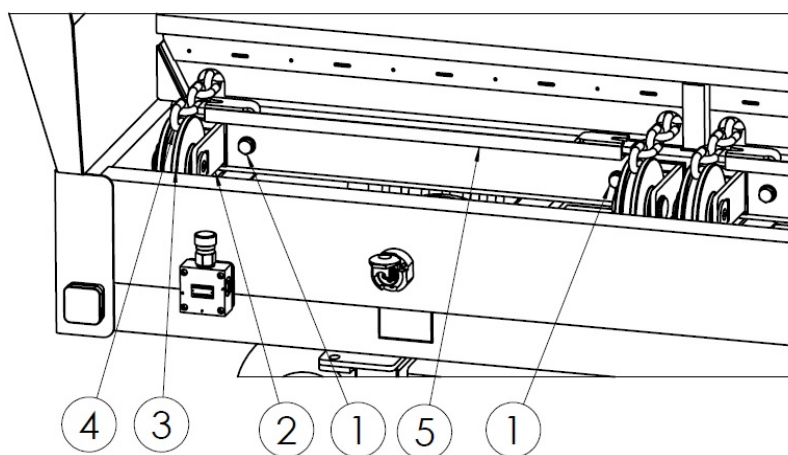

Рисунок 15. Натяжение цепей напольного конвейера
Натяжение цепей напольного конвейера во время работы необходимо проверять ежедневно, в частности в начальном периоде его работы. Натяжение цепей транспортера осуществляется при помощи регулировочных болтов, расположенных в передней части кузова – рис. 15. Для увеличения натяжения цепей необходимо ввинтить регулировочные болты (1) так, чтобы ползунок натяжителя (2) вместе с роликом (3) сместились вперед. Операцию натяжения необходимо провести для обеих пар цепей (4), обращая внимание на их одинаковое натяжение.